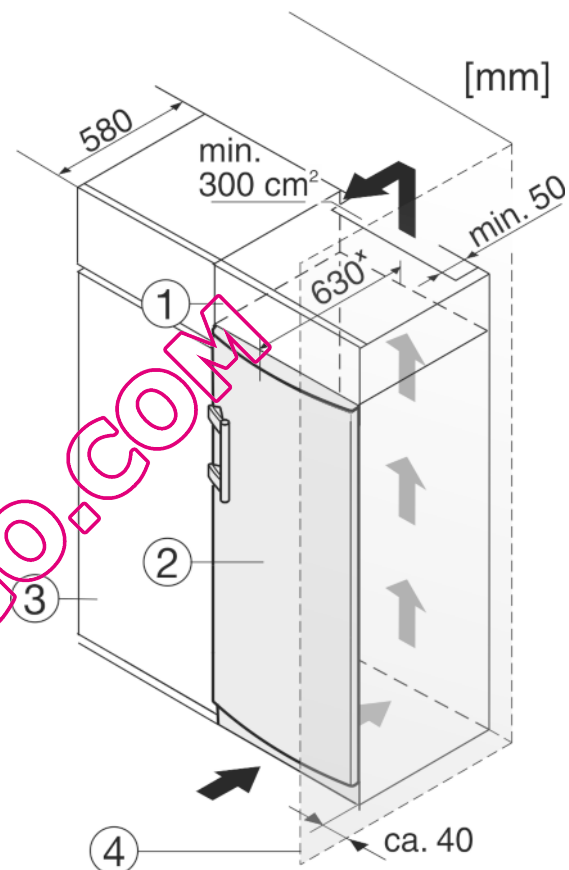

Fig. 9
L'appareil peut être entouré de meubles de cuisine. Pour adapter l'appareil Fig. 9 (2) à la hauteur des placards de la cuisine intégrée, on peut placer un élément haut Fig. 9 (1) au-dessus de l'appareil.
Lors de la transformation avec des placards de cuisine (profondeur max. 580 mm), l'appareil peut être placé directement à côté du placard de cuisine Fig. 9 (3). L'appareil dépasse latéralement de 34 mm\* et de 50 mm\* au centre de l'appareil par rapport à la face avant du placard de cuisine.
Si l'appareil est installé avec les charnières à côté d'un mur *Fig. 9 (4)*, la distance entre l'appareil et le mur doit être de 40 mm min. Ceci correspond à la saillie de la poignée lorsque la porte est ouverte.